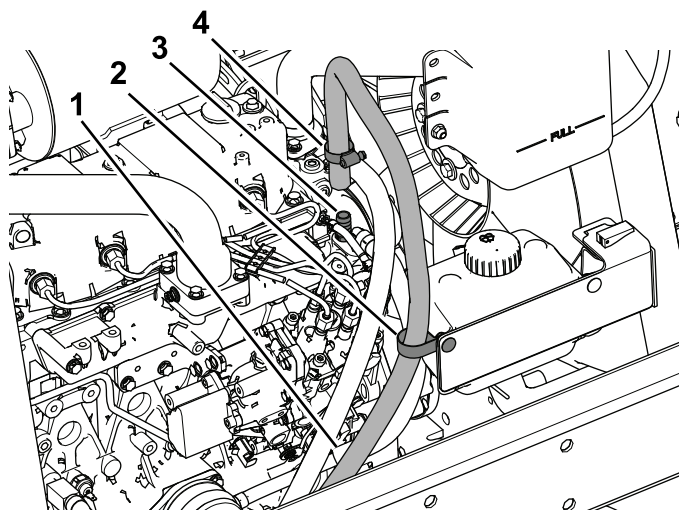

図 40
6. 戻り側ホースにクランプを通し、このホースを 図 40 に示すようにフィッティング 3/8 NPT x 0.625 バーブに接続する。